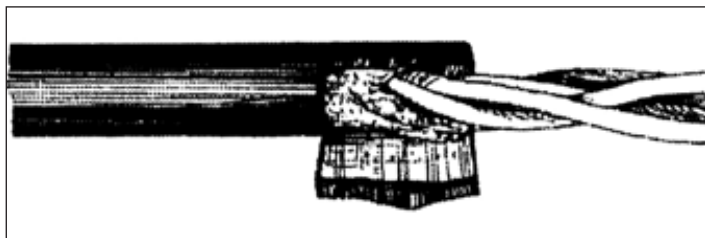

Рисунок 4.12 – Разрез оболочки ОК вместе с алюминиевой лентой под ней
4.8.3 Извлечь ОК из оголовника и сделать с учетом намеченного положения установки соединителя разрез полиэтиленовой оболочки совместно с алюминиевой лентой под ней: продольный разрез на длине 25 мм от ее торца, а затем – круговой на 1/2 длины окружности (рис. 4.12). Обезжирить и зачистить внутреннюю поверхность ленты под этим участком оболочки ОК шлифовальной шкуркой.